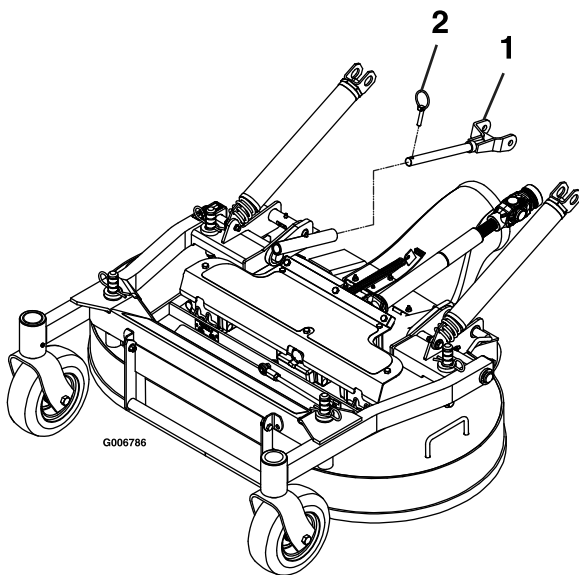

Figure 68
6. Retirez les goupilles à anneau à l'avant des bras de poussée, de chaque côté de la machine (Figure 68).
5. Fixez les bras de poussée sur les côtés gauche et droit de la machine avec des goupilles à anneau (Figure 68).